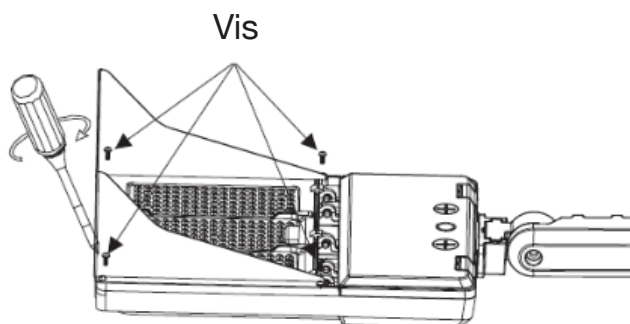

Fig. 15
2. Fixer la visière à l'aide des 4 vis fournies dans l'emballage avec la visière (Fig. 15 et 16).